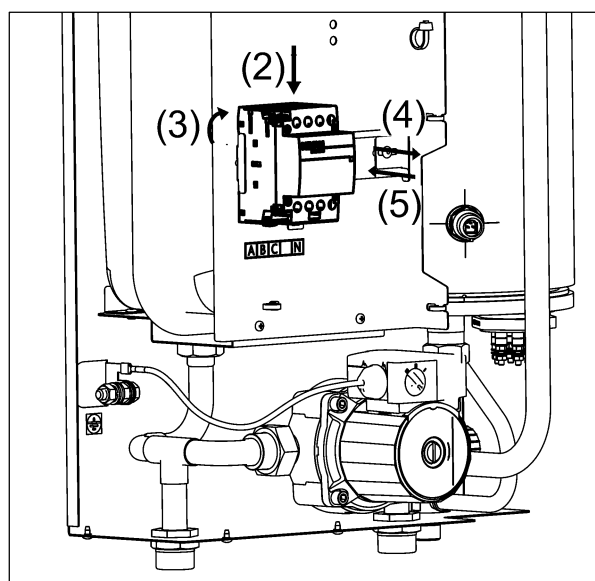

Рисунок 18. Замена модульного контактора
- (1) Отсоедините все провода подходящие к контактору (см. рис. 18);
- (2) Нажмите плоской отвёрткой на “язычок” контактора;
- (3) Чуть поверните контактор в сторону;
- (4) Снимите контактор с DIN-рейки;
- (5) Установите новый контактор на DIN-рейку взамен прежнему;
- (6) Подсоедините к контактору провода в соответствии со схемами приведёнными в Приложении Г.